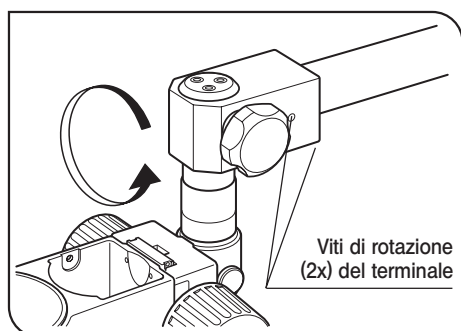

Fig. 9
5. Per ruotare il terminale del braccio orizzontale rispetto al braccio, allentare le due viti del terminale con la chiave a brugola. (Fig. 9)